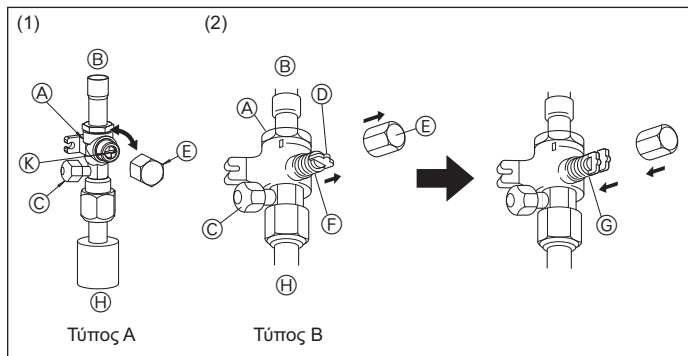
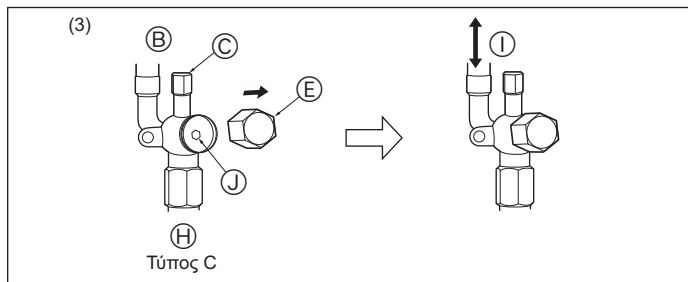

Fig. 5-9
Fig. 5-10
(1) Τύπος A (Fig. 5-9)
① Αφαιρέστε την τάπα και κατόπιν κάντε περιστροφή 90 μοιρών προς τα αριστερά με ίσιο κατασβίδι για πλήρες άνοιγμα.
② Ελέγξτε ότι οι βαλβίδες είναι τελείως ανοιχτές και στη συνέχεια επαναφέρετε την τάπα στην αρχική της θέση και σφίξτε την.
(2) Τύπος B (Fig. 5-9)
① Βγάλτε το καπάκι, τραβήξτε τη λαβή προς την πλευρά σας και περιστρέψτε κατά το 1/4 της στροφής προς τα αριστερά για να ανοίξει.
② Βεβαιωθείτε ότι η βαλβίδα διακοπής είναι εντελώς ανοιχτή, πιέστε μέσα τη λαβή και περιστρέφοντας επαναφέρετε το καπάκι στην αρχική του θέση.
(3) Τύπος C (Fig. 5-10)
① Βγάλτε το καπάκι και περιστρέψτε το στέλεχος της βαλβίδας προς τα αριστερά έως το τέρμα χρησιμοποιώντας ένα εξαγωνικό κλειδί 4 mm. Σταματήστε να περιστρέφετε έως ότου φτάσει στον αναστολέα.
② Βεβαιωθείτε ότι η βαλβίδα διακοπής είναι εντελώς ανοιχτή, και περιστρέφοντας επαναφέρετε το καπάκι στην αρχική του θέση.